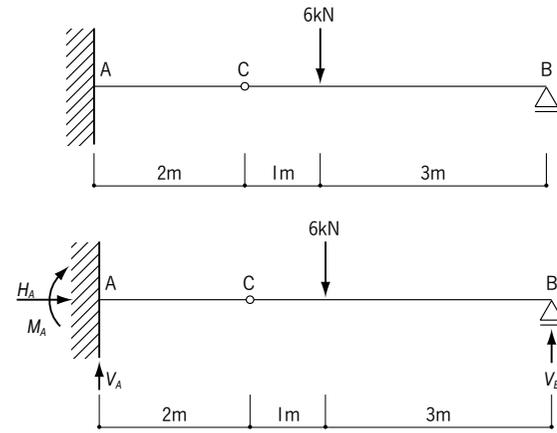

図 72 力の釣合いの 4 つの条件式で反力を求めることができる梁
(4) 図 72 のような梁では、スリーヒンジラーメンと同様に力の釣合いの 4 つの条件式で反力を求めることができる。